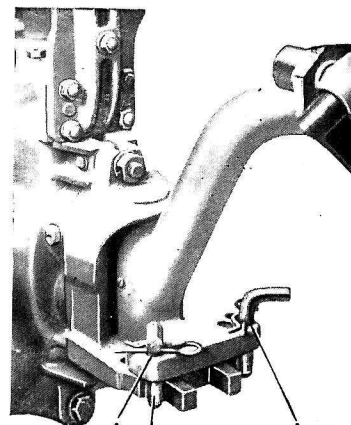

Fig. 15
- D) **Articulation limitée** : (fig. 15) c'est la position nécessaire au travail avec brabant double. Les broches (1) sont placées dans les trous (A). Cette disposition donne un jeu suffisant à l'articulation pour assurer un bordage correct.